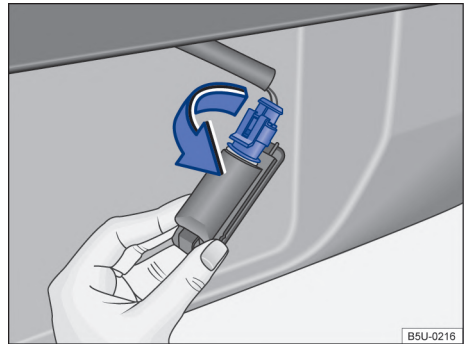

Fig. 174 Luz de la placa de licencia: retirar el porta-lámparas.
- ③ Girar el portalámpara en el sentido de la flecha → fig. 174, y descajarlo del alojamiento.
- ④ Tirar de la lámpara quemada del portalámparas para quitarla.
- ⑤ Cambiar la bombilla quemada por una bombilla nueva del mismo modelo.
- ⑥ Insertar la nueva lámpara en el portalámparas cuidadosamente.
- ⑦ Presionar el portalámparas en el alojamiento y girar en el sentido contrario al de la flecha → fig. 174.
- ⑧ Cerciorarse de que el portalámparas esté correctamente fijado en el conjunto.
- ⑨ Posicionar el conjunto de la lámpara en el alojamiento del paragolpes, encajar primero el lado derecho y, a continuación, el lado izquierdo.
- ⑩ Presionar la luz de la placa de licencia en el paragolpes hasta que encaje de forma audible.
- ⑪ Asegurarse de que el conjunto de la luz de la placa de licencia esté correctamente fijado en el alojamiento.